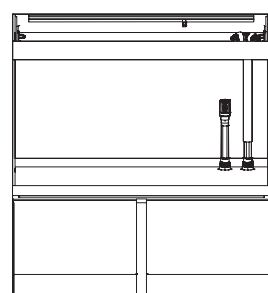

Fig. 6
4. Inserire la griglia di aspirazione (S) sullo stelo connettore (A) (Fig. 5). Il risultato finale è mostrato nelle Fig. 6 e 7.
**!** **ATTENZIONE!** Non forzare mai lateralmente lo stelo connettore (A) in quanto potrebbe danneggiare i sistemi di mandata e aspirazione e la vasca in vetro. Nel caso in cui si utilizzi un sistema di filtrazione diverso, che non necessita dei sistemi di mandata e aspirazione forniti con questa unità (per es. un filtro interno), ripristinare le condizioni iniziali rimuovendo i 2 steli connettori (A) e chiudendo le aperture (O) e (I) con i tappi (P) e (Q). Il tappo (Q) assicura la tenuta stagna e deve essere posizionato nella sua sede premendolo. Il tappo (P) è progettato per proteggere il tappo (Q) e per assicurare che rimanga correttamente nella sua sede. Avvitare manualmente il tappo (P) solo sino al punto massimo raggiungibile senza forzarlo. **NON UTILIZZARE ATTREZZI DI ALCUN TIPO PER EVITARE DI DANNEGGIARE L'UNITÀ.**